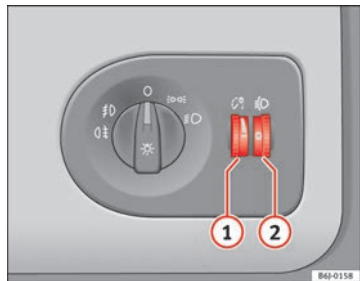

Fig. 56 Plancia porta-strumenti: regolatori dell'intensità di illuminazione degli strumenti e degli interruttori e regolatore assetto fari
Quando le luci sono accese è possibile regolare l'intensità di illuminazione degli strumenti e degli interruttori servendosi della rotella zigrinata → fig. 56 ①.